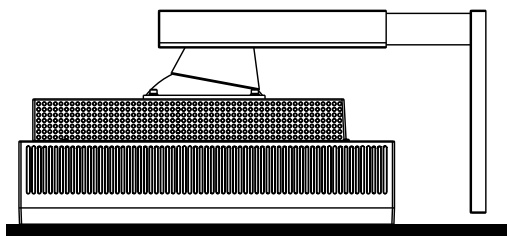

Figure S.1
2. Placez le moniteur face vers le bas sur une surface non abrasive (**Figure S.1**).